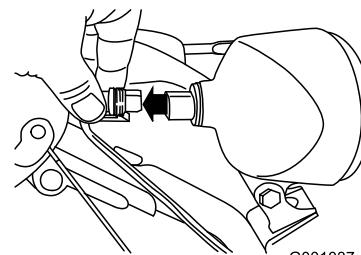

Bild 57
- Nehmen Sie den Kabelanschluss hinten am Scheinwerfer ab (Bild 57).